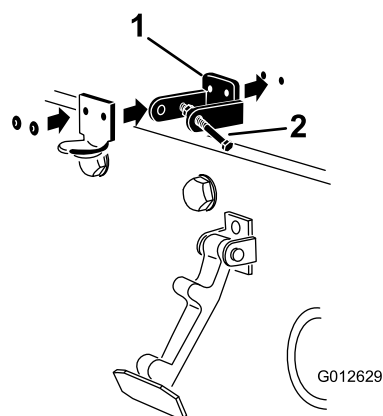

Рисунок 4
4. Совмещая монтажные отверстия, поместите стопорный кронштейн стандарта CE и кронштейн защелки капота на капот (Рисунок 4).
6. Приклепайте кронштейны и шайбы к капоту (Рисунок 4).